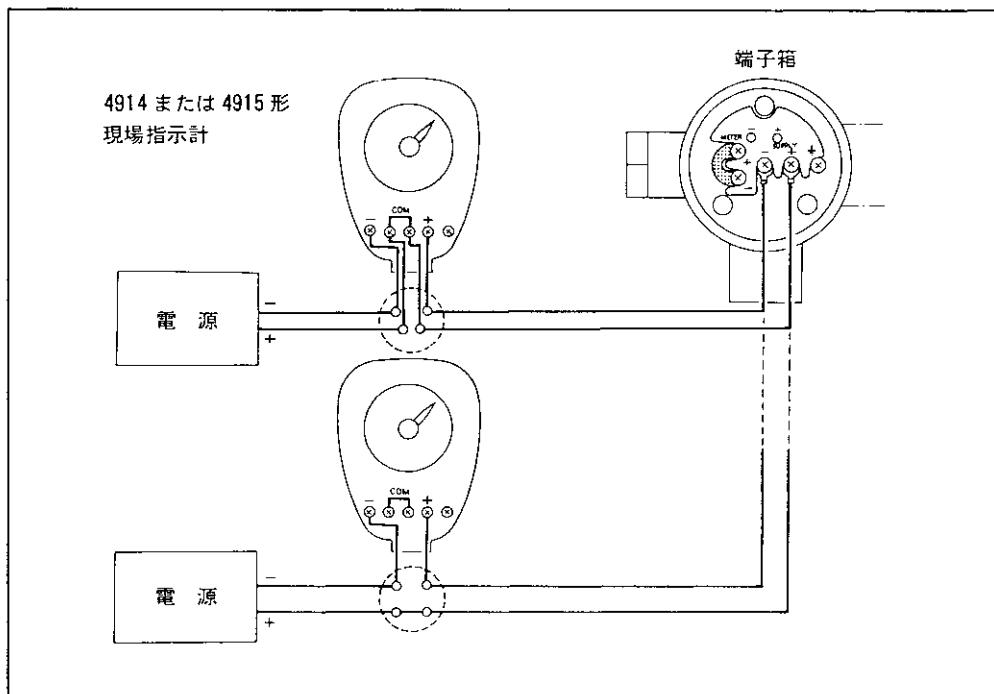

図 4.10 現場指示計の接続 (2)
(4) (3)項の方法の他に、メータ接続端子のジャンパを取付けたまま図4.10のように配線することもできます。
(5) 端子箱カバーを取付けます。耐圧特殊防爆形の場合は錠締金具を必ず締めてください。